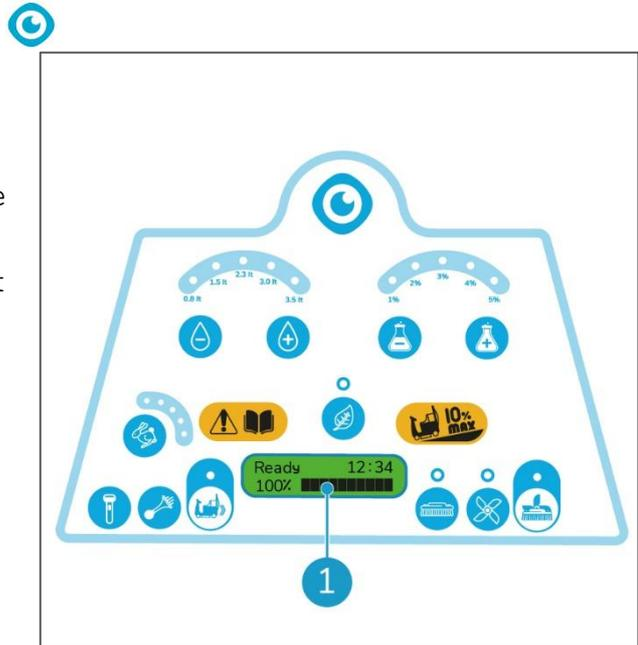

Figure 17
8. Patientez quelques secondes. L'affichage doit indiquer 100 % et les 10 barres d'indication du niveau de batterie doivent être visibles (Figure 17, pos. 1).